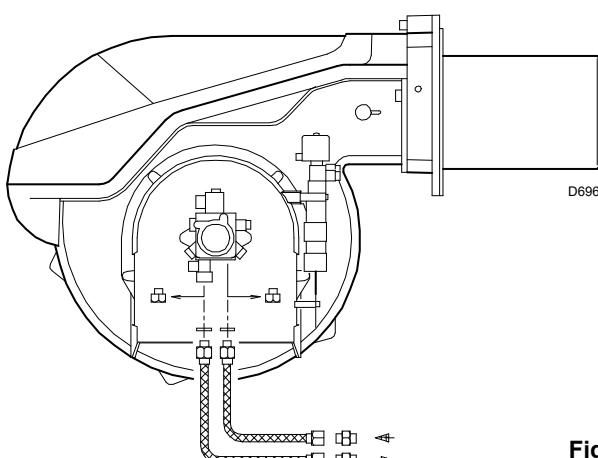

Fig. 17
7.2 Hydraulische aansluitingen (Fig. 17)